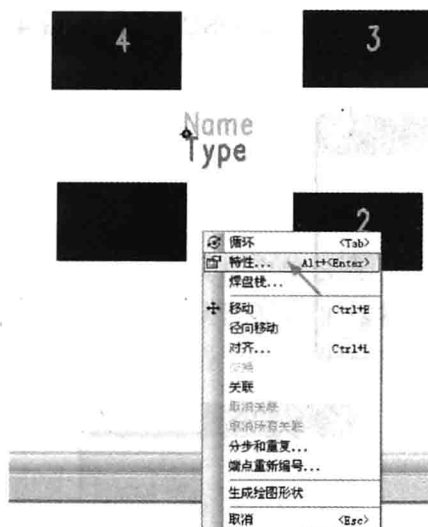
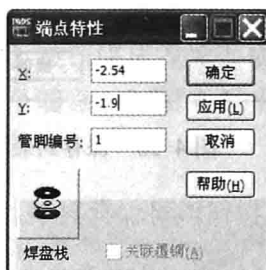

图 4-20 【特性】命令
图 4-21 “端点特性”对话框
(1) 在 PCB 空白处单击鼠标右键，在弹出的快捷菜单中选择【选择端点】命令，选中 1 号端点后，单击鼠标右键，在弹出的快捷菜单中选择【特性】命令，如图 4-20 所示。在弹出的“端点特性”对话框中，输入 1 号端点的 X 轴和 Y 轴的新坐标值，如图 4-21 所示。